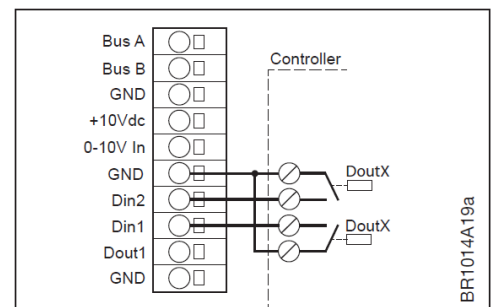

Abb. 3-18: Eingangs-Beschaltung
- **Din1:** Digitaleingang für Rücksetzen von Störmeldungen. Anschluss gemäß Abb. 3-18.